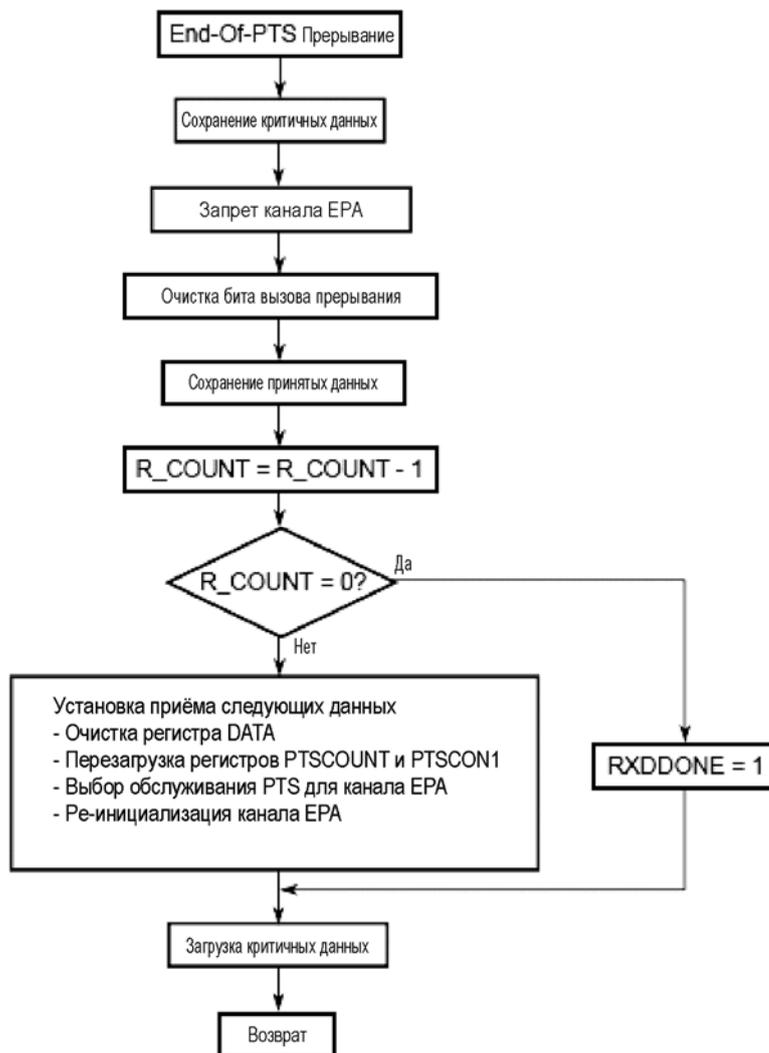

Рисунок 6.24 – Режим синхронного SIO приёма. Блок-схема процедуры прерывания end-of-PTS
11. Переключить вход SCK, чтобы начать прием. Данные перемещаются в наиболее значащий (крайний левый) бит и сдвигаются вправо с каждым полученным битом. EPA вырабатывает прерывание при каждом переключении на входе SCK. PTS получает следующий бит данных на вход, сконфигурированный как RXD, в четных циклах PTS. Когда PTSCOUNT декрементируется до нуля, PTS вызывает end-of-PTS прерывание (рисунок 6.24). Процедура обслуживания прерываний должна запретить канал EPA, очистить регистр данных (DATA), перезагрузить регистры PTSCOUNT и PTSCON1, перезагрузить EPA0_CON и выбрать обслуживание PTS для EPA0. Если EPA генерирует сигнал SCK, процедура обслуживания end-of-PTS прерывания также должна будет перезагрузить регистр EPA0_TIME.